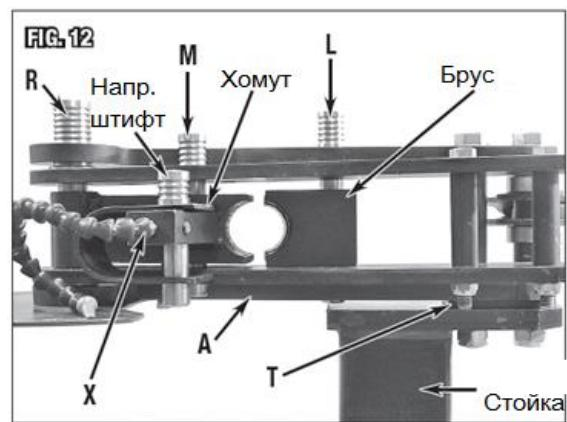

Рис. 12
формы, затем, в зависимости от размера формы, добавить палец хомута (Y или Z) Ø7/8"x4" [Ø22x100 мм или 75 мм], чтобы зафиксировать его (Рис. 12).
4. Установить брус соответствующего размера между верхней и нижней пластинами рамы, затем установить направляющий штифт (L) Ø7/8"x6-3/4" [Ø22x172 мм] в соответствующее отверстие, чтобы зафиксировать его (Рис. 12).
6. Пропустить направляющий штифт (M) Ø7/8"x5-3/8" [Ø22x136 мм] через отверстие в наружной кромке формы (рядом с хомутом) для выравнивания с формой в узле приводного звена (Рис.12).
7. Ввернуть основание указателя угла (X) в резьбовое отверстие M9 на торце квадратного блока смещения формы (Рис.12).